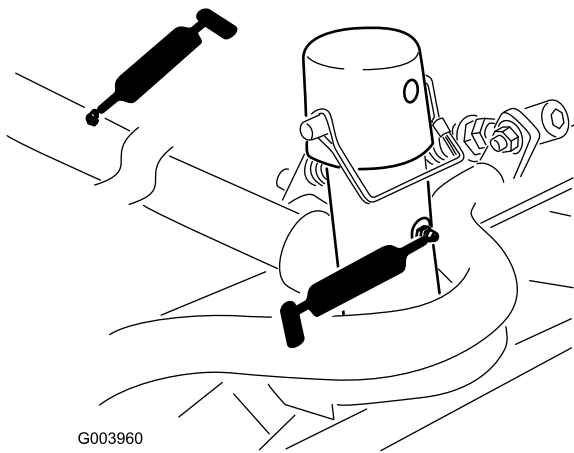

Bild 46
- Schneideinheitträgerahmen und Drehzapfen (2) (Bild 46)